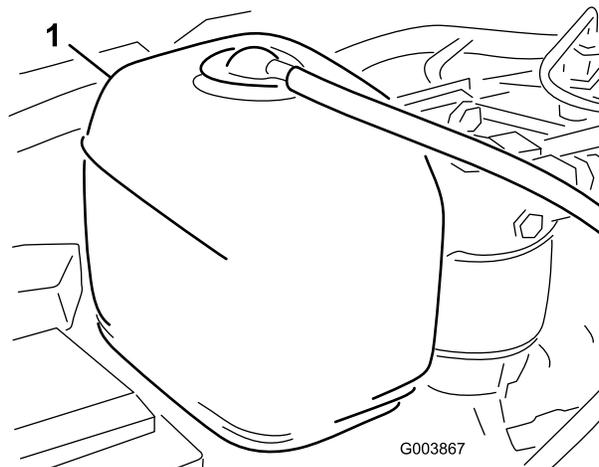

Figura 25
1. Controllate il livello del refrigerante nel serbatoio di espansione (Figura 25).